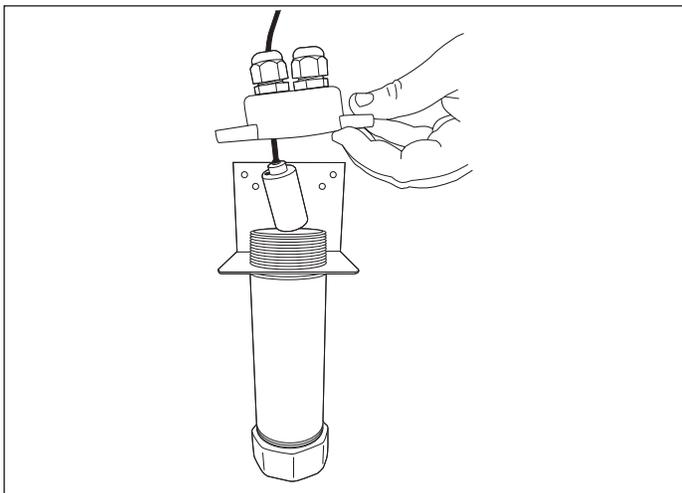

Figura 20-6
2. Inserte el cable del sensor de combustible en el conector de mamparo ubicado en la tapa de la cámara del sensor de combustible. Instale el sensor en la cámara y asegúrese de que el sensor yacza en el fondo de la cámara. (Figura 20-6)